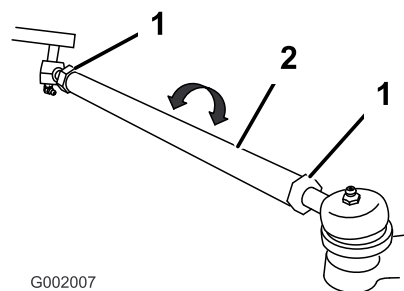

Figura 60
5. Si la distancia no está en el intervalo especificado, afloje las contratuercas en ambos extremos de las bielas (Figura 60).